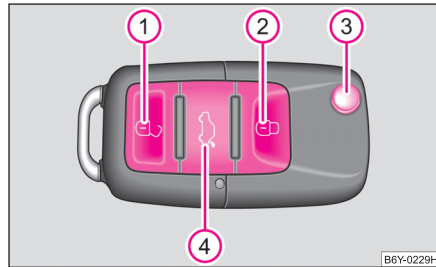

Abb. 26 Funk-Schlüssel
- Drücken Sie die Taste **4** etwa 1 Sekunde lang ⇒ Abb. 26.